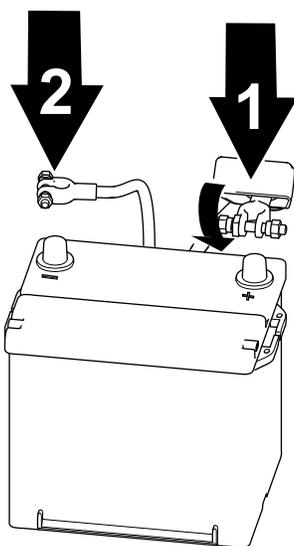

図 63
1. プラス+ケーブルをバッテリーに接続し、クランプナットで接続する 図 63。
2. マイナス-ケーブルをバッテリーに接続し、クランプナットで接続する 図 63。